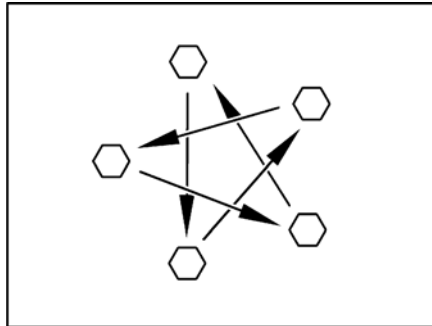

Fig. 160 Serrare a croce i dadi o i bulloni delle ruote
- Controllare regolarmente il serraggio dei dadi o dei bulloni. Regolare a croce (Fig. 160) il serraggio dei dadi o dei bulloni di una ruota sostituita dopo circa 50 km.
- ▶ Serrare a croce i dadi o i bulloni delle ruote (Fig. 160).